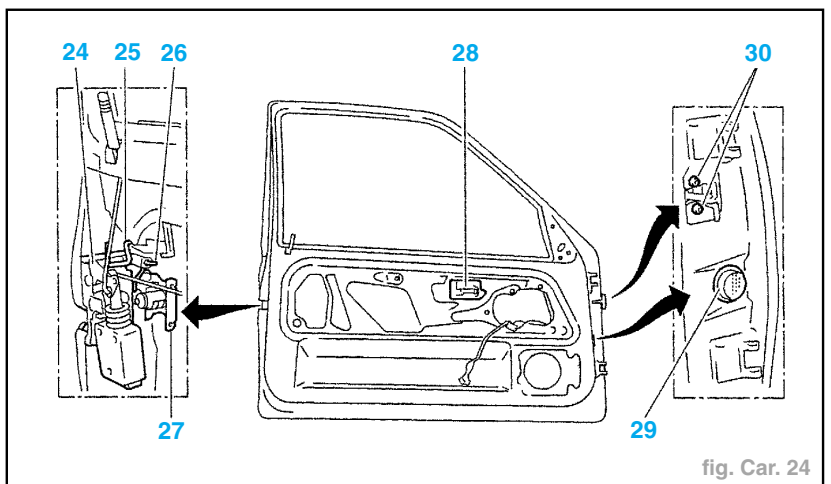

fig. Car. 24
- Déposer les vis (22).
- L'obturateur (23) sert de passage pour l'outil de dépose de verrou sans déshabillage.
- Désaccoupler les commandes (fig. Car. 24) :
- liaison serrure-poignée extérieure (25),
- liaison serrure-verrou (26).
- la serrure (24),
- la fourchette (27),
- la poignée intérieure (28),
- le faisceau de porte (écrou plastique (29)),
- le tirant de porte (vis (30)).